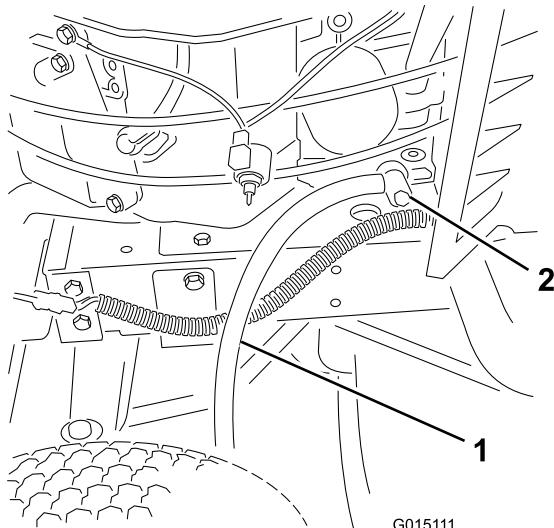

Bild 18
6. Stellen Sie eine Ablaufwanne unter die Ölabblassschraube, führen Sie das Ölabblassrohr in die Ölabblassschraube ein und öffnen Sie die Ölabblassschraube, indem Sie die Endmutter gegen den Uhrzeigersinn drehen (Bild 18).